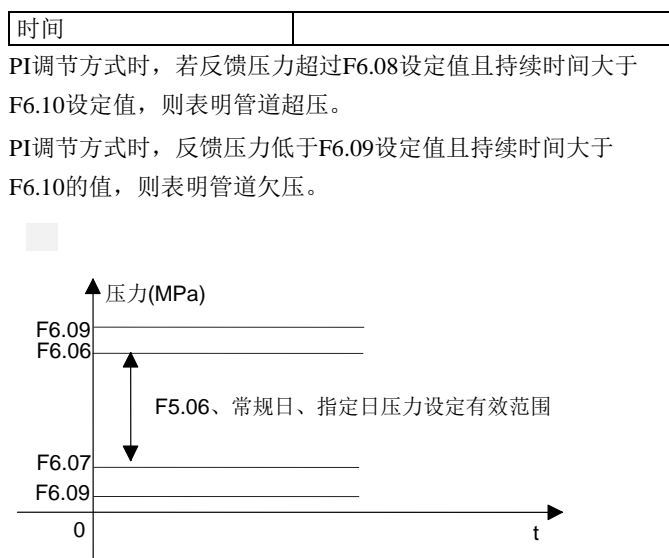

图5-37 F6.06、F6.07与F6.08、F6.09、F5.06以及常规日、指定日压力设定关系
- 3、F6.06、F6.07与F6.08、F6.09、F5.06以及常规日、指定日压力设定的关系如图5-37所示。